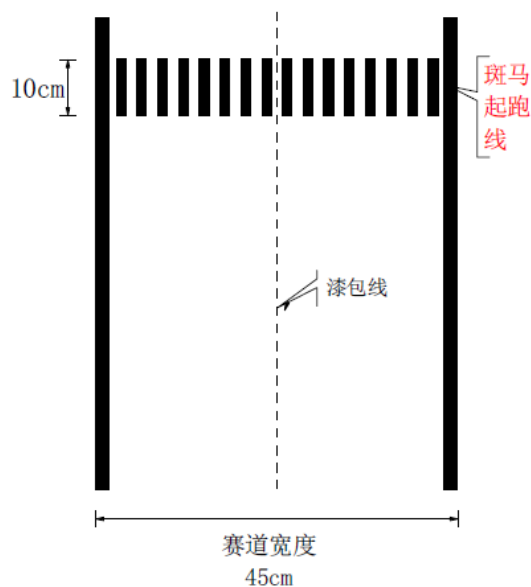

图 3-4 起跑区域
A. 斑马线起跑线：如图 3-4 所示，计时起始点处有一个宽度为 10cm 黑色斑